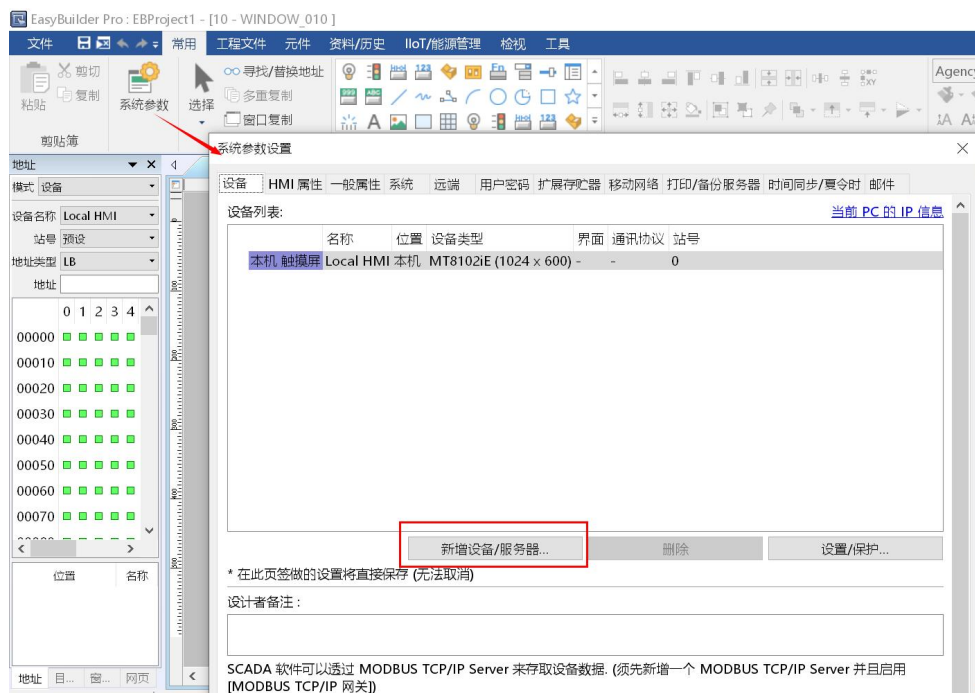

图 13.46 EasyBuilder Pro 软件界面
- 6) 打开 EasyBuilder Pro 软件，新建文件，选择 MT8102iE，进行系统参数设置，如图 13.46 所示，点击“新增设备及服务器”。